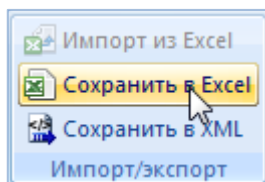

Рис. 13-338 – Кнопка «Сохранить в Excel» панели Импорт/экспорт
2) Нажать кнопку «Сохранить в Excel» панели «Импорт/экспорт» (рис. 13-338).